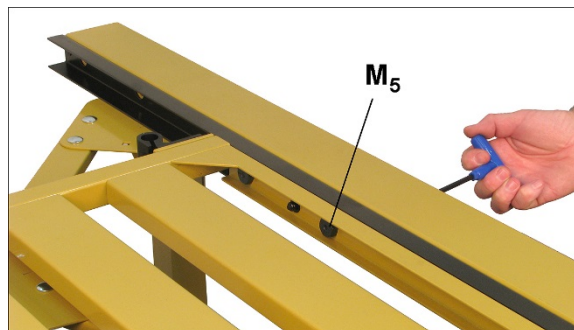

Рисунок 7-17
11. Сдвиньте стол вперед и через отверстия во внутренней направляющей ослабьте винт подшипника с помощью Т-образного шестигранного ключа (в комплекте). См. рисунок 7-17. Поворачивайте эксцентриковую гайку (М5) до касания подшипника с верхней гранью швеллера направляющей. Не прижимайте подшипник к направляющей слишком сильно. Затяните винт подшипника.